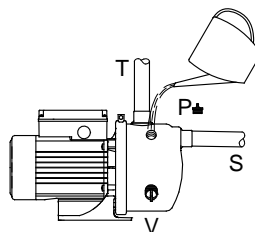

Рис. 5 Заливка насоса
Демонтировать пробку (V) сливного отверстия, см. рис. 5, и вернуть эжекторный клапан в отверстие.
1. Удалить пробку заправочной горловины (P). См. рис. 5.